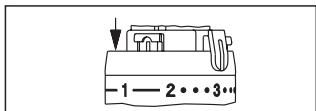

Fig. 8
2. Per limitare la posizione di “minima temperatura”, una delle clip di limitazione dovrà essere inserita nella sede subito prima alla posizione «2» (Fig. 8).